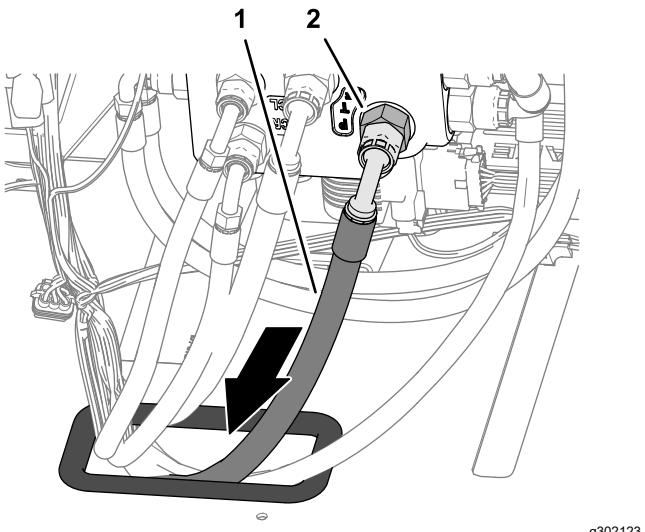

Figura 123
5. Encaminhe a extremidade do tubo da bomba hidráulica 10 x 2921 mm com uma união de 45° através do olhal na placa do piso (Figura 123).
da válvula de direção EHI, e aperte a união do tubo (Figura 123).